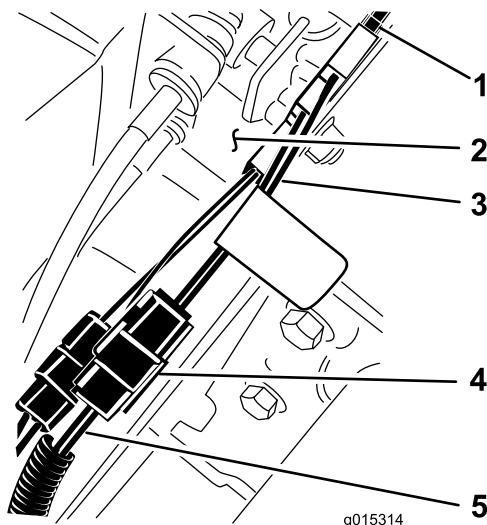

図 3
5. シフトレバーの近くにある車両のハーネスの青と黄色のコードとともに、ジャンパハーネスを、スイッチとコネクタとに接続する 図 3。